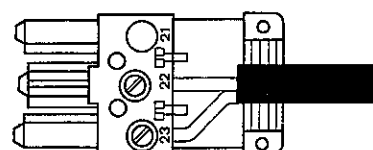

Abb. 28
3. Anschlußleitung vom Außentemperatursensor (2-adrig) in Gegenstecker 1 entsprechend Abb. 28 anschließen. Die Adern sind vertauschbar.